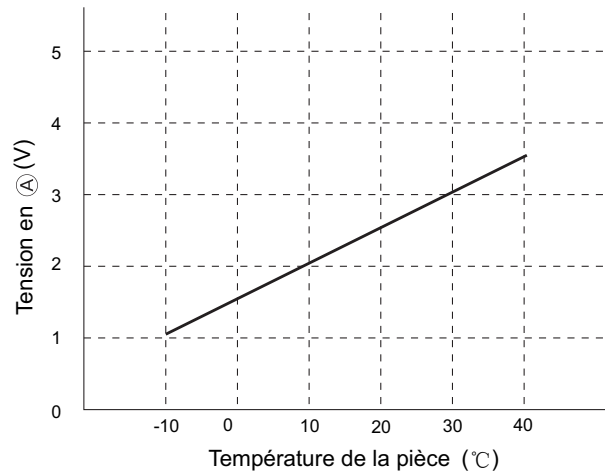

Fig. 4-2
- (1) Préchauffage
- (2) Dégivrage à basse température pendant la réfrigération et la déshumidification.
- (3) Détection du non fonctionnement de la vanne d'inversion ou de la coupure de la thermistance de température de l'échangeur de chaleur.
La tension en (A) dépend de la température de l'échangeur de chaleur, comme le montre la Fig. 4-2.